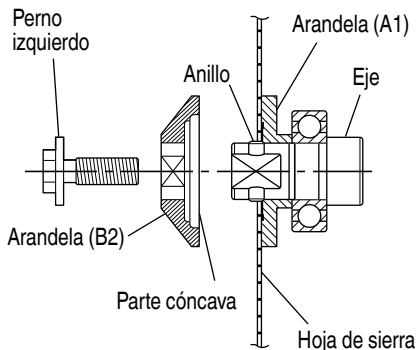

Fig. 17
2. Montaje de la hoja de sierra (Fig. 17)